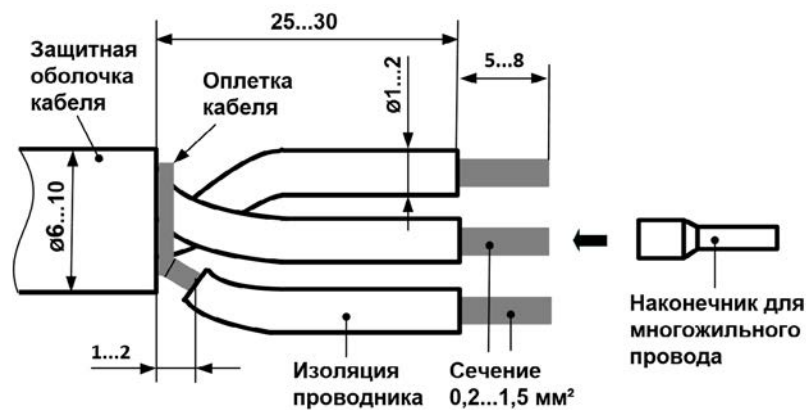

Рисунок 2 – Подготовка проводов кабеля к монтажу
3.3 Чтобы снизить влияние электромагнитных помех на сигнальную линию для монтажа сигнальных цепей рекомендуется применять экранированные кабели с витыми парами – сечение жил от 0,2 до 1,5 мм². Перед подключением концы проводов кабеля следует тщательно зачистить и залудить или использовать обжимаемые монтажные наконечники, см. рисунок 2.